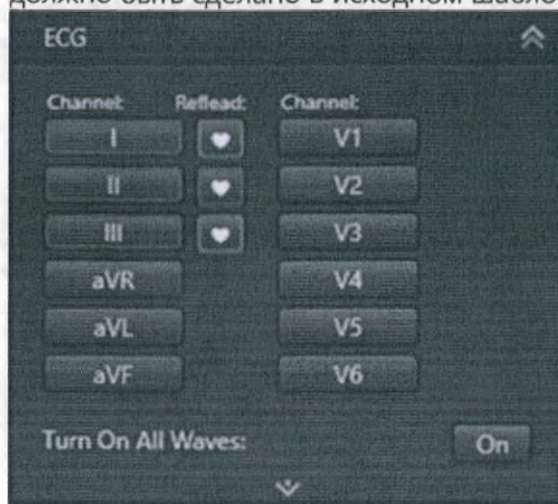

Рис. 9.13: Протяжка — Настройки ЭКГ
5) При просмотре шаблона P2 невозможно изменить отведение ЭКГ, это изменение должно быть сделано в исходном шаблоне полного просмотра, т. е. P1 (рис.9.13).